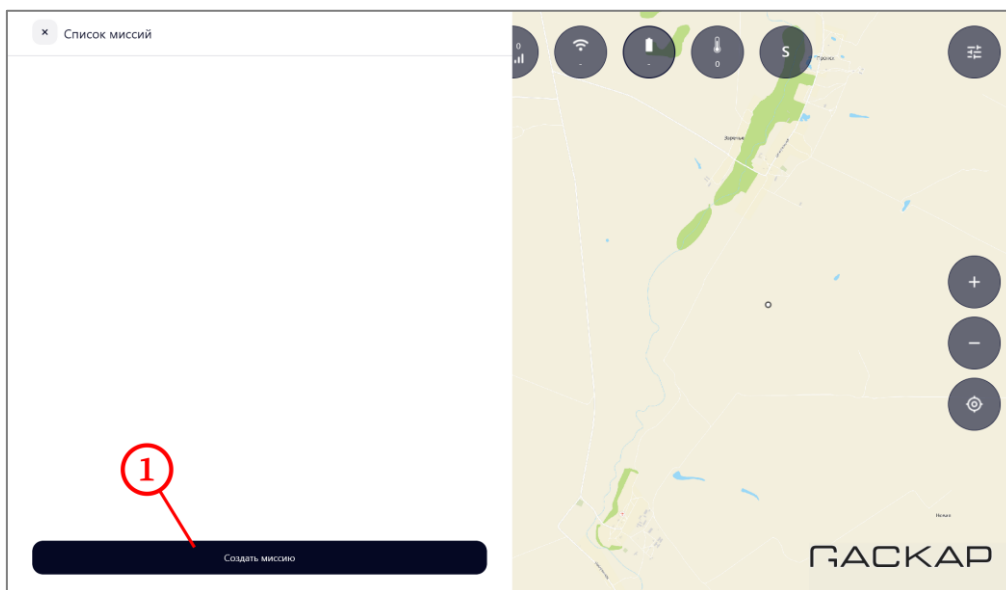

Рисунок 62 – Создание миссии
- в меню управления миссиями нажать на кнопку «Создать миссию» (рисунок 62, шаг 1);